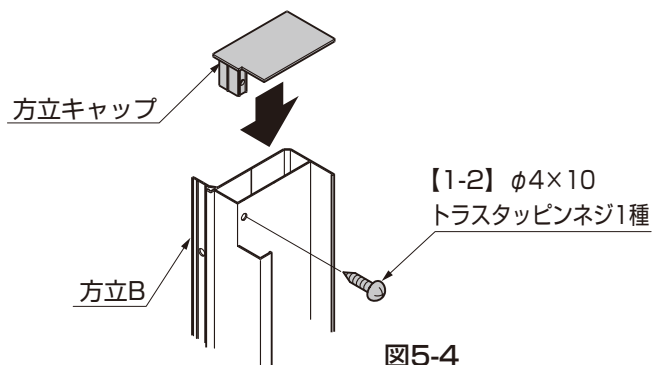

図5-4
②方立キャップを方立Bに【1-2】で取付けてください。(図5-4参照)